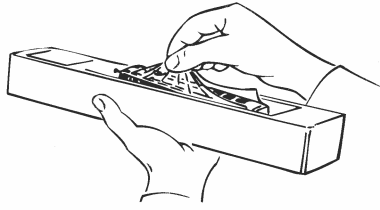

Fig. 2
Im beigelegten Zurüstbeutel finden Sie auch kleine vorbildgetreue Steckteile für eine erweiterte Aufrüstung Ihrer Lokomotive (Fig. 2), die Sie bitte **vorsichtig montieren**. **Achtung!** Kleben nur mit ausdrücklichem Hinweis.
**Les attelages:** En vue d'une exploitation pratique sur votre réseau vous pouvez choisir parmi plusieurs types d'attelages conformes aux différents systèmes d'attelage pratiqués en H0 (voir fig. 2). Nous vous recommandons l'emploi de l'**attelage court ROCO**.
Le sachet joint comprend entre autres des petites pièces de finition conformes à la réalité et à **rapporter avec précaution** par le modéliste (fig. 2), si désiré. **Attention:** N'utilisez de la colle qu'aux endroits expressément indiqués aux des-sins!
De bijgevoegde accessoires kunt U voorzichtig op de locomotief monteren. Let op! Gebruik alleen lijm waar dit aangegeven staat (Fig. 2).